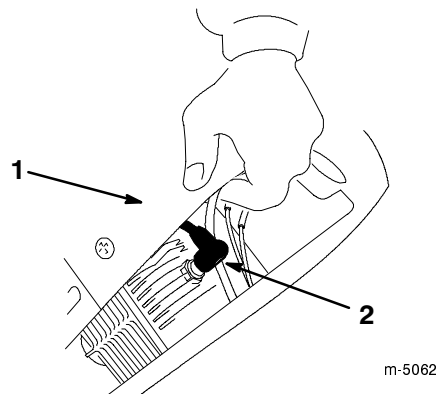

Figure 19
3. Soulevez le carénage et débranchez la bougie (Fig. 19).
5. Enlevez la bougie (Fig. 19).